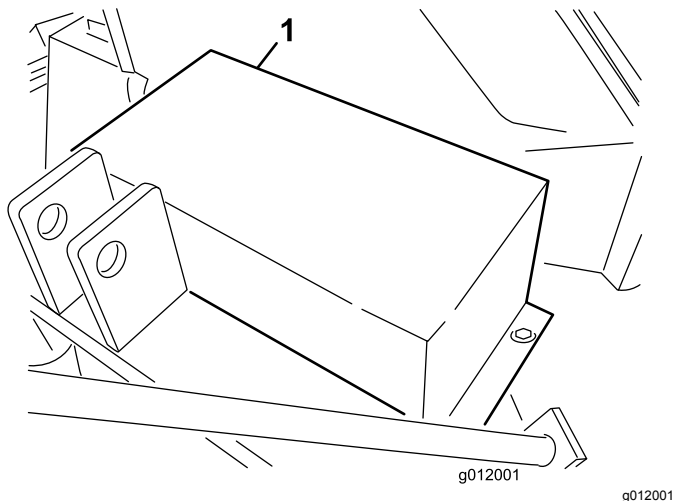

Figura 14
1. Retire los tornillos, las arandelas y las tuercas que fijan el protector de la correa a la carcasa del soplador (Figura 14).
2. Retire el protector de la correa (Figura 14).